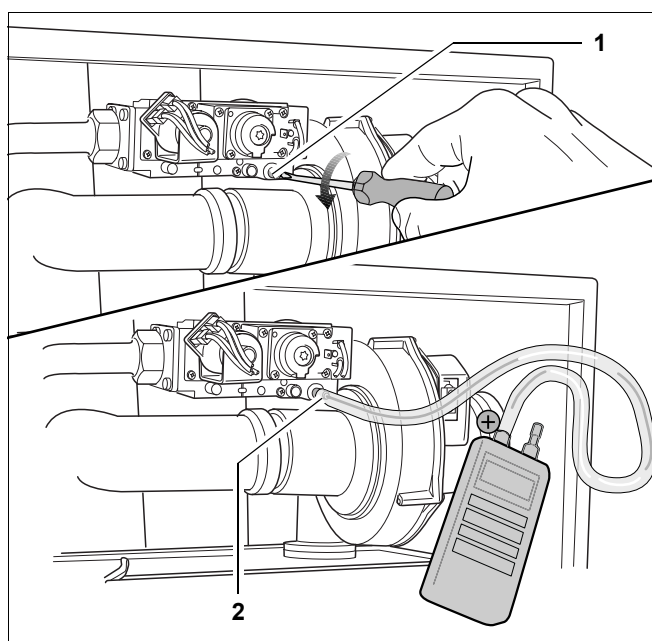

Fig. 83 Controlați raportul gaz/aer
- Se desfăce șurubul de strângere de la niplul de măsurare pentru presiunea arzătorului rotindu-l de două ori (Fig. 83, **Poz. 1**).
- Legați borna pozitivă a aparatului de funcționare a presiunii cu un furtun de niplul de măsurare pentru presiunea arzătorului (Fig. 83, **Poz. 2**).